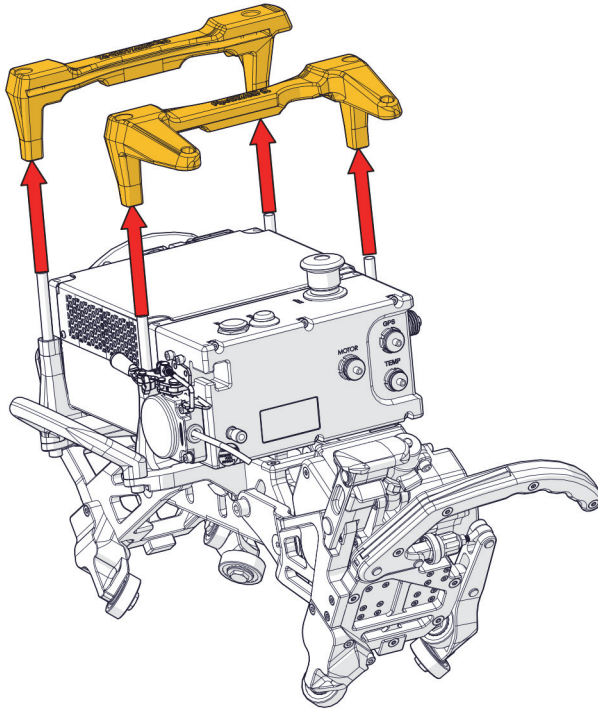

Figura 2-2 Extracción de los amortiguadores
2. Retire los amortiguadores superiores de la unidad de adquisición (ver Figura 2-2 en la página 89).